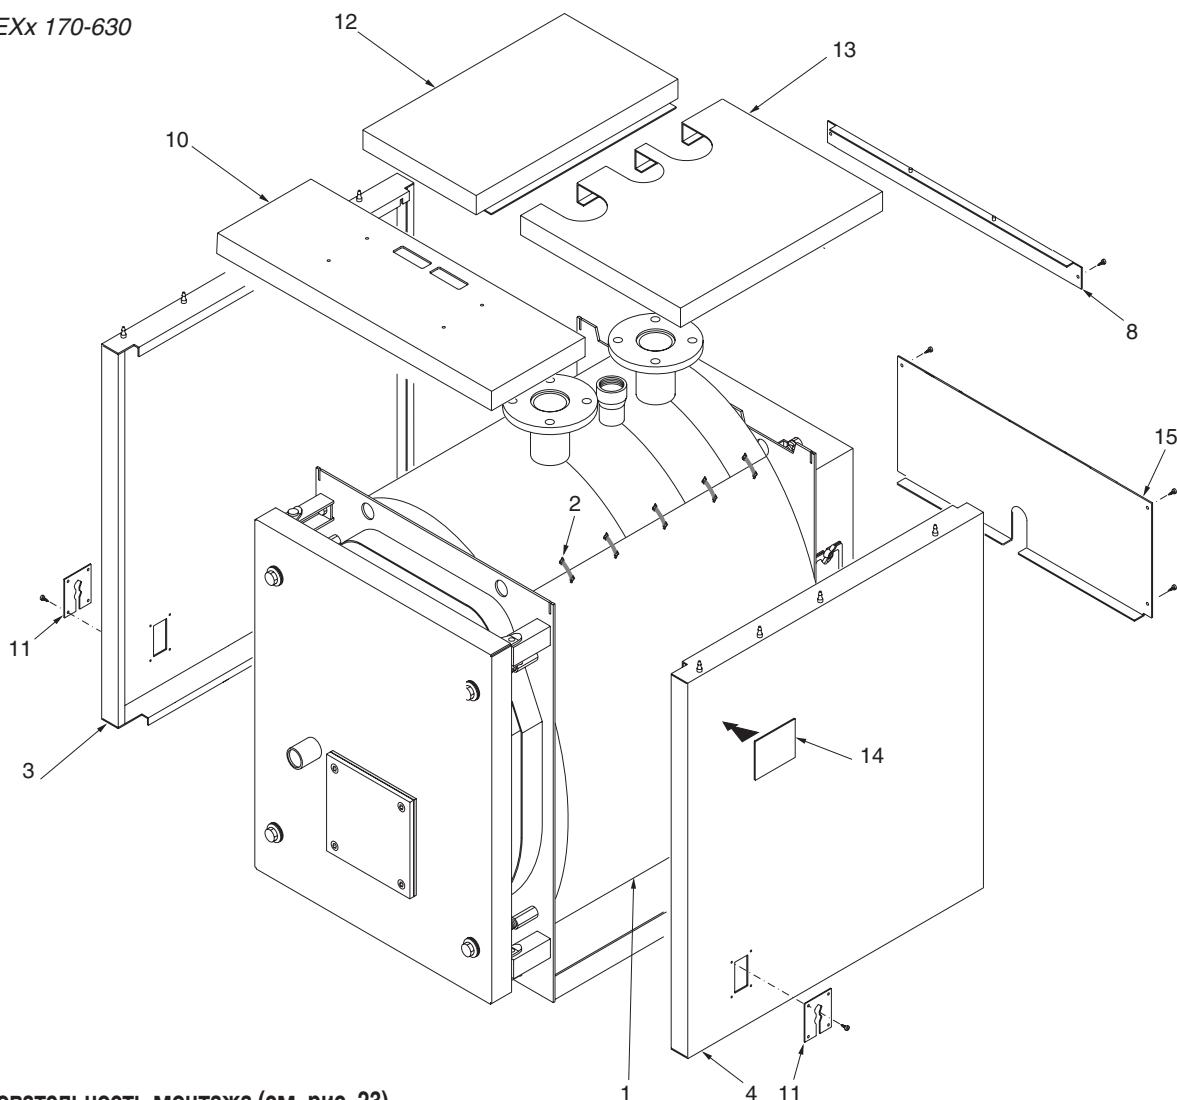
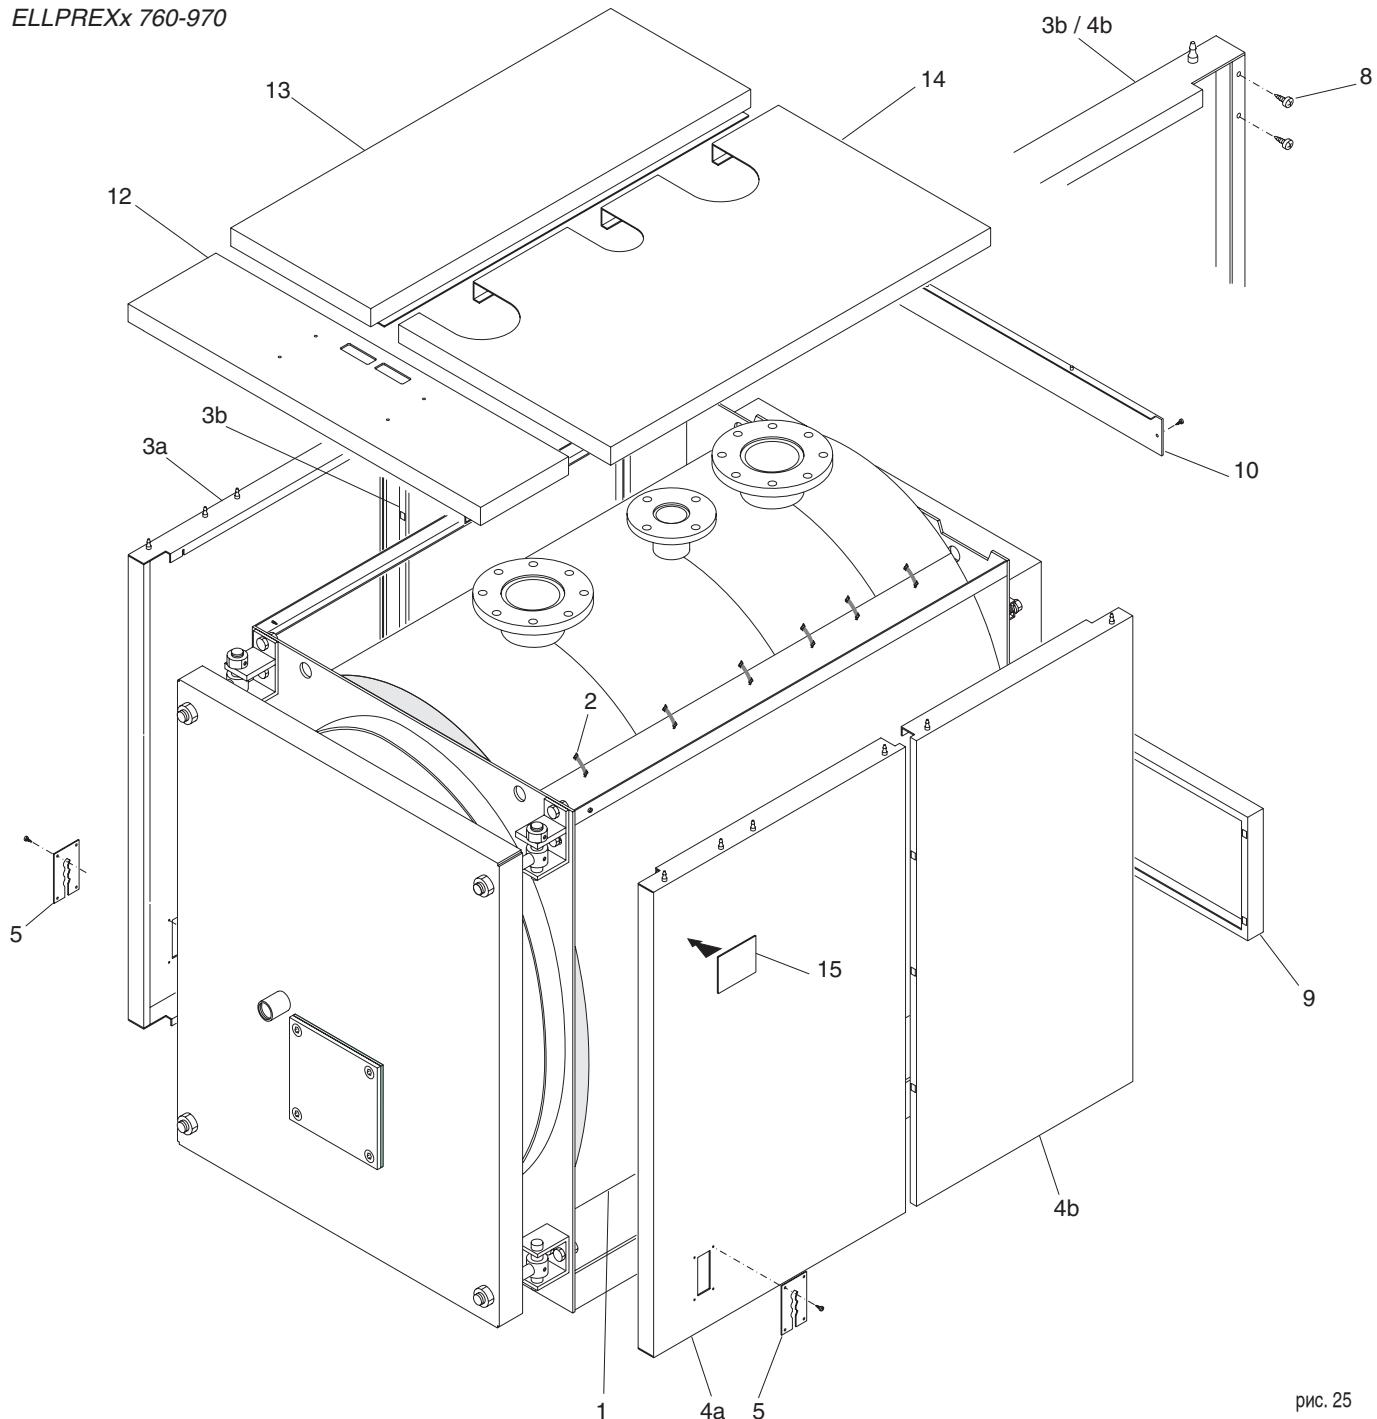

рис. 23
рис. 25
**N.B.** Для моделей котла от **ELLx 170** до **ELLx 510** (см. рис. 23), обшивка и изоляция находятся в одной упаковке с маркировкой:
**N.B.** Для модели **ELLx 630** (см. рис. 23) и для моделей от **ELLx 760** до **ELLx 2200** (см. рис. 25 и 26), обшивка и изоляция находятся в трех упаковках маркированных:
#### Последовательность монтажа (см. рис. 23)
### Последовательность монтажа (см. рис. 25)